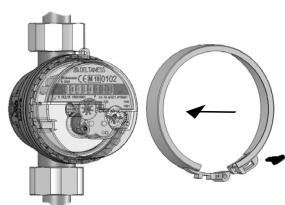

Bild 12 (Verplombung Aufputz)
- Plombierens leicht öffnen, über den Kopfring legen und verschließen (Bild 12). Benutzerplombe fest in die dafür vorgesehene Öffnung drücken.